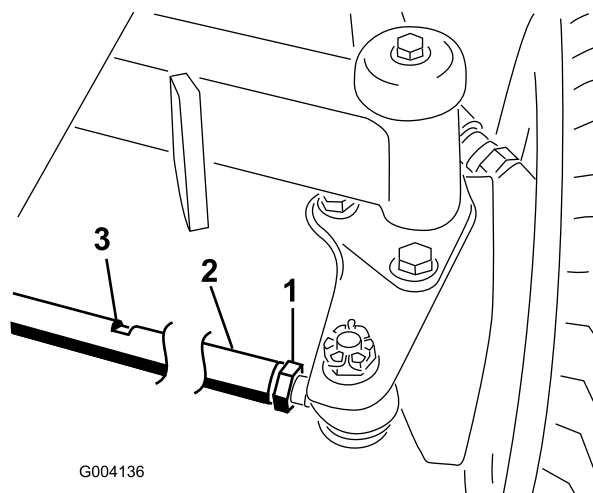

Figure 60
2. Desserrez l'écrou de blocage à chaque extrémité de la biellette (Figure 60).